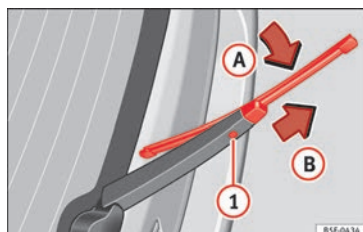

Fig. 83 Remplacement du balai d'essuie-glace arrière.
- Faites pivoter légèrement le balai d'essuie-glace » **fig. 83** (flèche **❶**).
- Maintenez la touche de déverrouillage **❶** enfoncée et tirez en même temps sur le balai dans le sens indiqué par la flèche **❶**.
- Insérez sur le bras d'essuie-glace arrière un balai d'essuie-glace neuf **de même longueur et de même type** dans le sens contraire de la flèche **❶** et jusqu'à ce que la touche **❶** s'encastre.